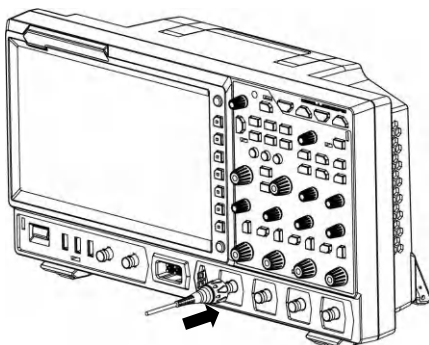

图 1-6 连接无源探头
1. 将探头的 BNC 端连接至示波器前面板的模拟通道输入端，如图 1-6 所示。